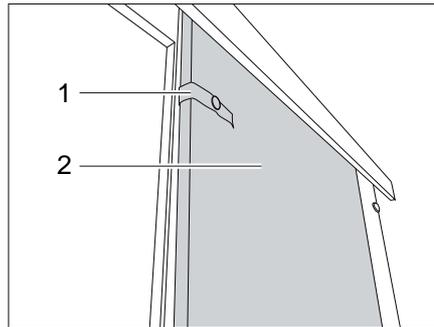

Bild 85 Schiebetür
- Das mit Sicherungsband (Bild 85,1) lösen.
- Schiebetür (Bild 85,2) in Schließstellung ziehen.
- Schiebetür (Bild 85,2) in die Öffnungsposition führen.
- Schiebetür mit dem Sicherungsband (Bild 85,1) befestigen.